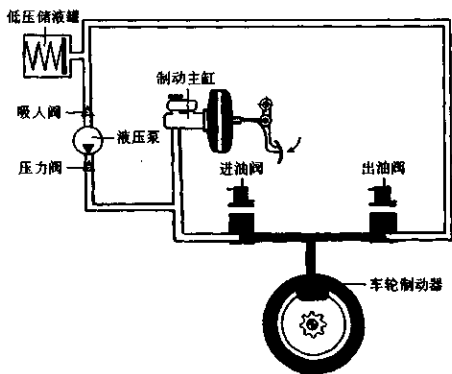

图 3-235 油压保持
2) 油压保持。当驾驶员继续踩下制动踏板, 油压继续升高到车轮出现抱死趋势时, ABS ECU 发出指令使进油阀通电并关闭阀门, 出油阀依然不带电压仍保持关闭, 系统油压保持不变, 如图 3-235 所示。